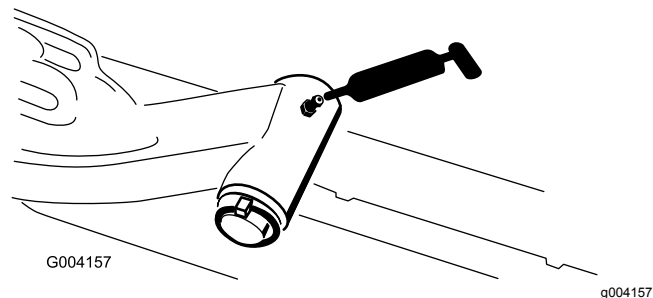

Figura 48
- Veio da articulação do braço de elevação (1 de cada) (Figura 48)